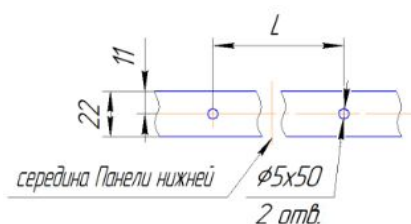
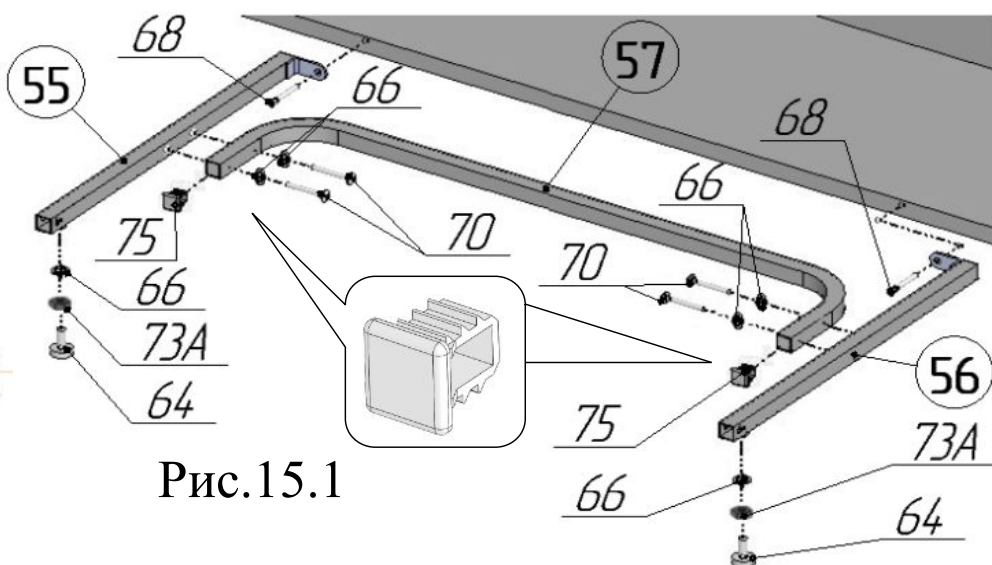
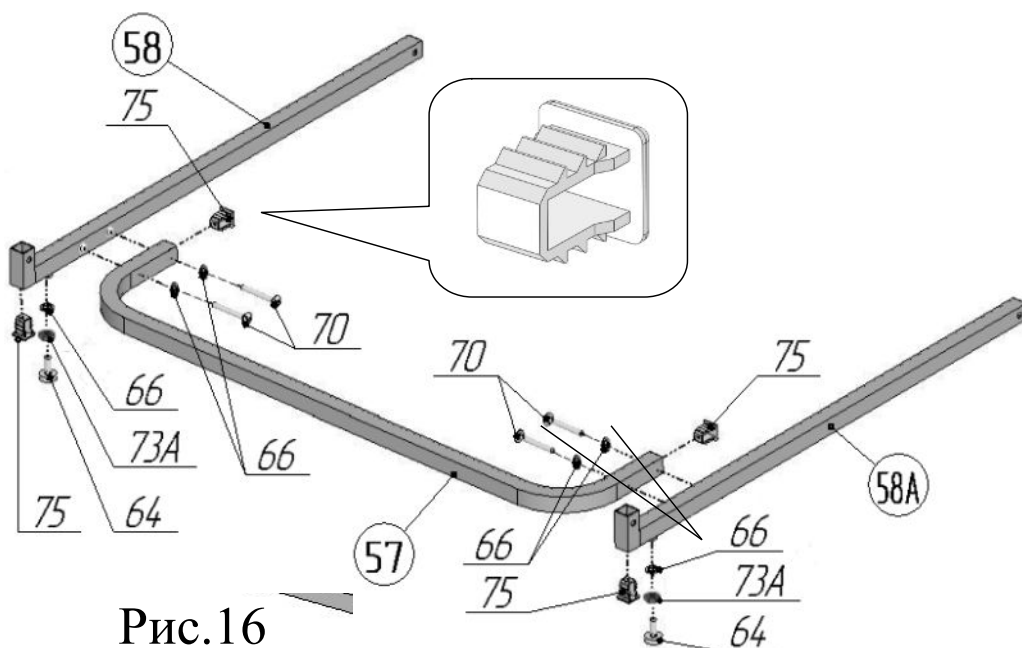

Рис.15.2
Рис.15.1
Рис.16
17. В торцы перемычки поз.57 вставить заглушки 20x20 поз.75 в соответствии с рис.15.1. К перемычке поз.57 присоединить упоры поз.55 и поз.56, используя винты М6х35 поз.70 и шайбы стопорные поз.66 в соответствии с рисунком 15.1. Во встроенные гайки упоров поз.55,56 ввернуть ножки поз.64, предварительно навинтив на них гайки М8 ГОСТ поз.73А и надев на стержни ножек шайбы стопорные поз.66. Просверлить в панели нижней поз.43 отверстия  $\phi 5 \times 50$  в соответствии с рис.15.2, L=648мм. Присоединить собранную конструкцию к коробу с помощью винтов-конфирматов поз.68 (рис.15.1).
поз.58, 58А, используя винты М6х35 поз.70 и шайбы стопорные поз.66 в соответствии с рисунком 16. Во встроенные гайки ног поз.58 и 58А ввернуть ножки поз.64, предварительно навинтив на них гайки М8 ГОСТ поз.73А и надев на стержни ножек шайбы стопорные поз.66. В ноги поз.58 вставить заглушки 20x20 поз.75 в соответствии с рисунком 16. После окончательной сборки стола отрегулировать ножки поз.64, установленные в данном пункте и п.16. Затянуть гайки поз.73А таким образом, чтобы шайбы поз. 66 оказались прижаты к ногам поз.58, 58А (рис.16) и упорам поз.55,56 (рис.15.1).